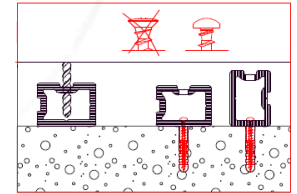
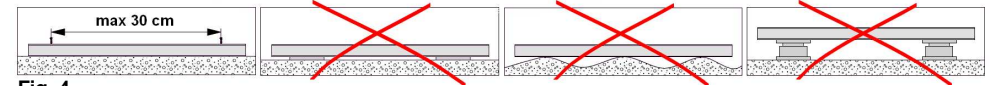

Fig. 3
Fig. 4
- Les lambourdes BETWEEN® doivent être impérativement fixées au sol (dalle béton) par vissage en effectuant un perçage au préalable. **Attention au couple de serrage** (entraxe de vissage 30cm maximum) Nous déconseillons les collages. Le scellement est à proscrire (Fig.3 et Fig.4)